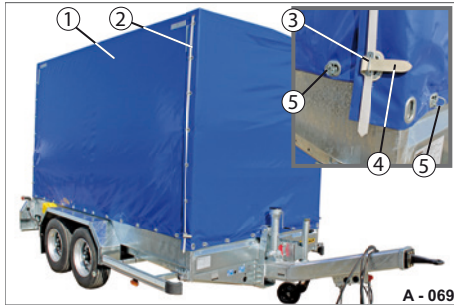

Abb. 73 Planenteil seitlich
- ▶ Öffnen Sie die Schnalle (Abb. 73/4).
- ▶ Ziehen Sie das Riemenband (Abb. 73/2) aus den Ösen (Abb. 73/3) nach oben heraus.
- ▶ Ziehen und drehen Sie alle seitlichen Krampen (Abb. 73/5) auf.